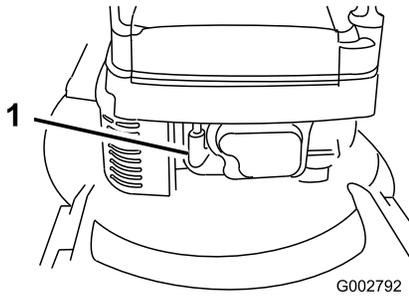

Bild 13
1. Schließen Sie den Zündkerzenstecker an die Zündkerze an (Bild 13).